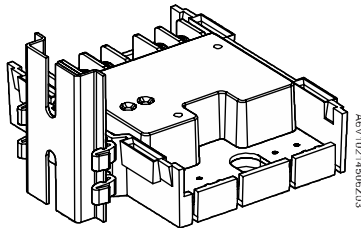

图 2
- 导轨安装 (图 2)，安装配件 FDCM291 需单独订购
2. 将模块和安装脚按压到导轨上，直至卡紧(图 2)。